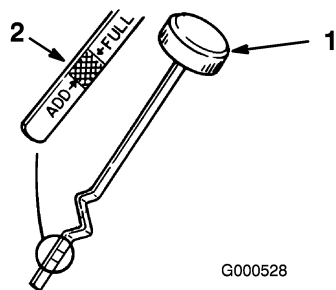

Bild 25
3. Schrauben Sie den Ölpeilstab los und wischen Sie das Metallende ab (Bild 25).